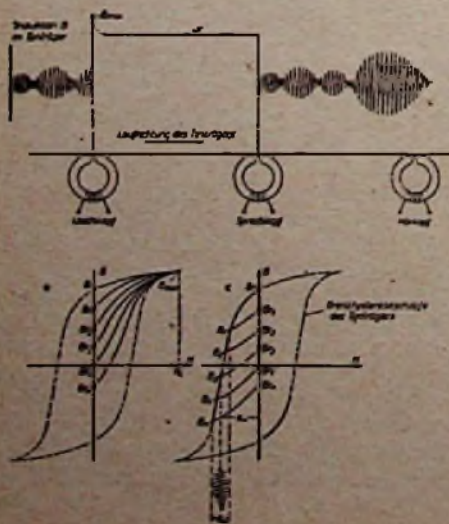

Abb. 1a, 1b und 1c. Grundsätzliche Darstellung der Magnetisierungsvorgänge beim Löschen und Aufzeichnen mit Gleichstrom
- die Abtastung derselben (s. Bild 1a).